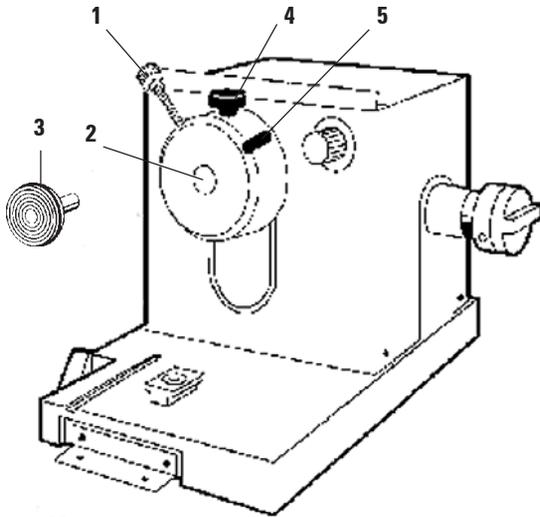

Fig. 18
- Si se quiere trabajar con Peltier, activar la unión de Peltier (4) - tarda unos 40 segundos en alcanzar su máxima capacidad de refrigeración.
- A continuación, insertar la platina con la muestra congelada en el cabezal portamuestras (Fig. 18) y empezar a cortar.
- Atornillar el dispositivo de fijación (1) del extractor de calor (2) con dos tornillos en los orificios previstos en la pared izquierda de la criocámara y después insertar el extractor de calor.
- Una vez congelada la muestra, almacenar el extractor de calor sobre el estabilizador de baja temperatura ('estación de aparcamiento' (3).